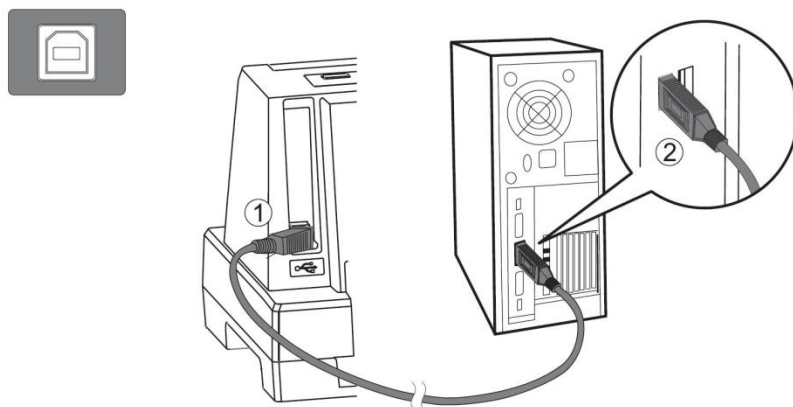

图 7
2) 将 USB 电缆的扁形插头插入计算机的 USB 接口中, 如图 7 所示。